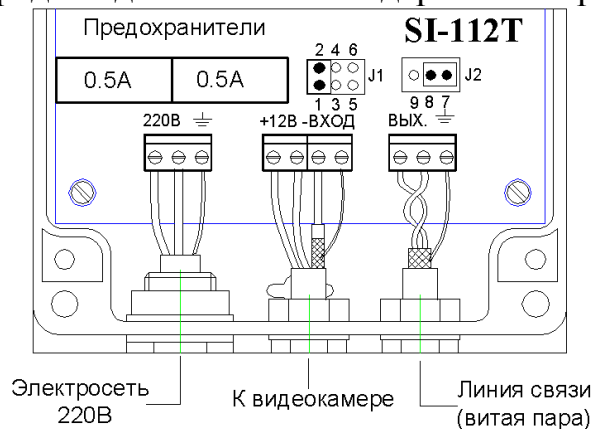
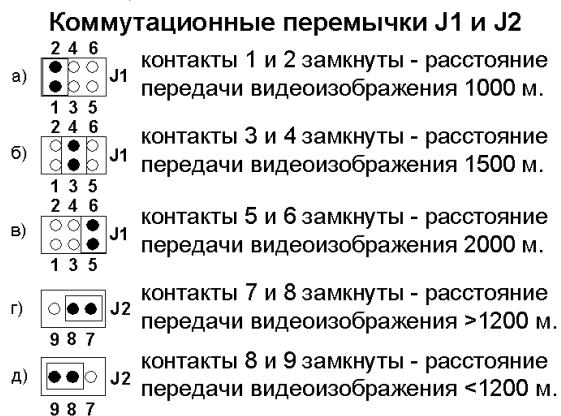

Рис.1
Рис.2
4.1. Схема подключения линий связи и электропитания к передатчику приведена на рис.1. Положения коммутационных переключателей J1 и J2 в зависимости от расстояния передачи видеоизображения приведены на рис.2. Для эффективной работы схемы защиты от грозовых разрядов по цепям питания и видеосигнала передатчик должен быть заземлен с помощью
клемм обозначенных  $\equiv$  на рис.1. Не допускается использование витой пары для передачи электропитания 220В/50Гц. Витая пара, проложенная вне помещения, должна быть экранирована. Рекомендуем использовать экранированный телефонный кабель ТПП ЭП или экранированную витую пару КВПЭФ. Экран кабеля должен быть заземлён. Прибор заземляется с помощью «земляной» жилы кабеля подключения к электросети. Заземление экранирующей оплётки линии связи производится её соединением с клеммой  $\equiv$  через схему прибора. Основные параметры рекомендуемых витых пар и ориентировочные значения дистанции передачи для сигнала стандарта PAL приведены в Таблице 1.